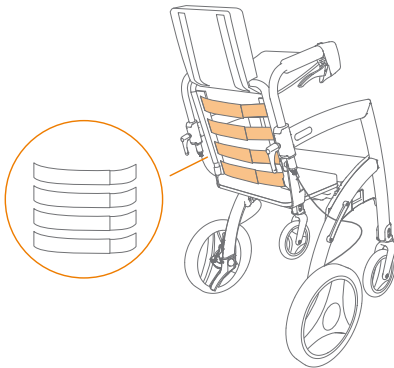

Abbildung 52: Lösen für mehr Sitztiefe.
- c. Stellen Sie die Gurte ein, indem Sie den Klettverschluss lösen und auf der gewünschten Position befestigen (**Abbildung 52**).